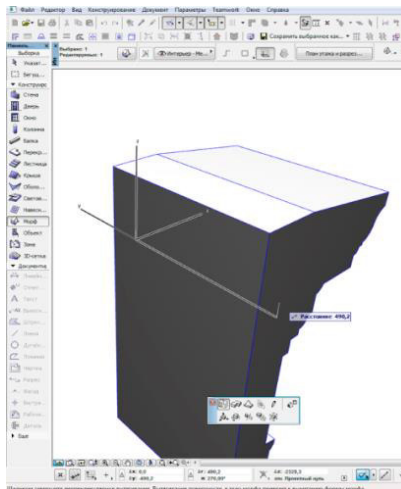

Рис. 35
18. За допомогою кнопки "Толкать / Тянуть" витягуємо наш карниз (рис. 35):